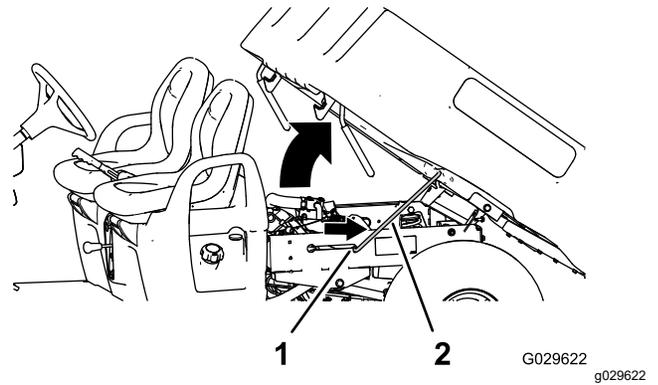

Figure 14
2. Engagez la béquille dans le cran de verrouillage pour bloquer le plateau en position (Figure 14).
2. Tirez la béquille hors de la fente de verrouillage (Figure 14).
3. Abaissez le plateau jusqu'à ce qu'il se verrouille fermement en place (Figure 14).